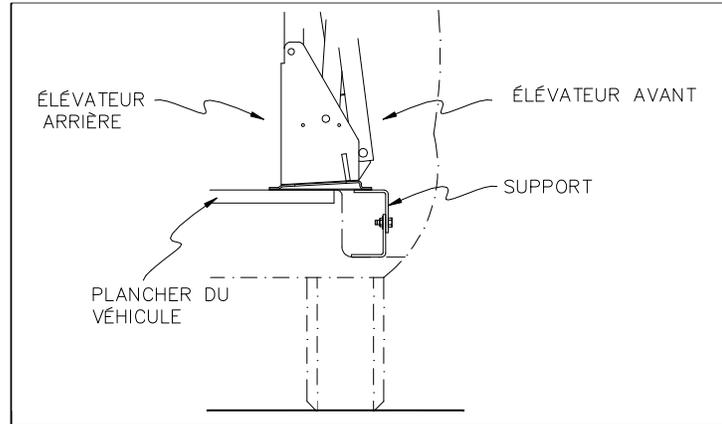

FIGURE 2-4: ASSEMBLAGE DU SUPPORT
- d. Référez à la **Figure 2-4**. Gardez les portes complètement ouvertes. Positionnez l'élévateur dans l'embrasure du véhicule. La partie arrière de la base est supportée par le plancher, et le devant par les supports.